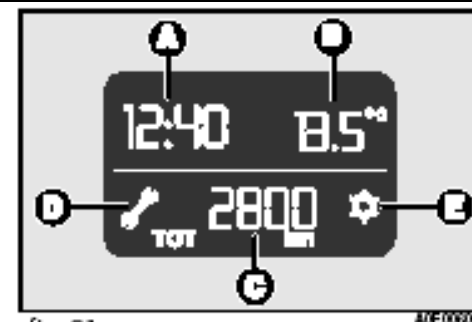

рис.21
- Время **A** – рис.21;
- ❑ Срок следующего планового техобслуживания (выводится символ  **D** – рис.21).
- ❑ Предупреждение о возможности гололеда на дороге (выводится символ  **E** – рис.21).
- Время **A** – рис. 21;